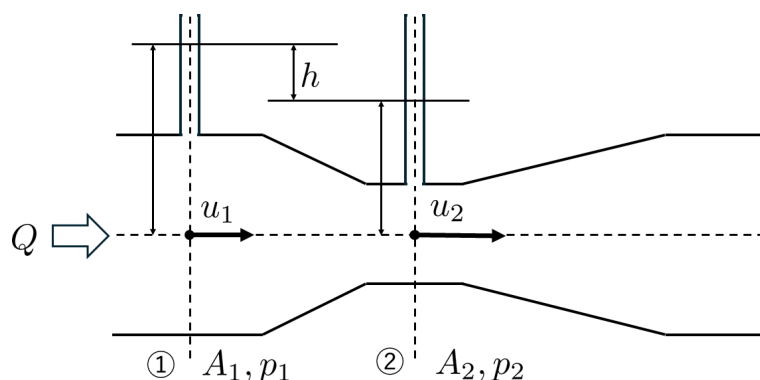

Fig. 1
- Is μ_A in Fig. 1 the chemical potential of the phase 1 or the phase 2? Answer with the reason.
Fig.1 に示すように, 大気中に水平に設置されたベンチュリ管に一定体積流量 Q で密度 ρ の水が流れている。断面①と②では, 流れは一様かつ一次元流とみなせる。断面①と②の場所には, 直管マノメーターがそれぞれ設置されている。断面①と②の面積を A_1 と A_2 (ただし $A_1 > A_2$ とする), 流速を u_1 と u_2 , 静圧を p_1 と p_2 とする。水は非圧縮, 非粘性で, 重力加速度を鉛直下向きに g とするとき, 以下の問いに答えよ。
- 断面①と断面②の間の連続の式を示せ。
- 断面①と断面②の間のベルヌーイの式を示せ。
- 断面①と断面②に設置されている直管マノメーター間の液柱の高さの差 h を求めよ。
Water is flowing at a constant volume flow rate, Q , through a horizontally set Venturi tube in the atmosphere as shown in Fig.1. In cross sections ① and ②, the flow can be considered uniform and one-dimensional. Two piezometers are installed at sections ① and ②. Let the areas at sections ① and ② be A_1 and A_2 ($A_1 > A_2$), the flow velocities be u_1 and u_2 , and the static pressures be p_1 and p_2 . When water is incompressible and inviscid, with a density of ρ , and is subject to gravity acting downward with acceleration g , answer the following questions.
- Find the equation of continuity between cross sections ① and ②.
- Find the Bernoulli equation between cross sections ① and ②.
- Calculate h , the difference in the height of the liquid column in the piezometers at cross sections ① and ②.